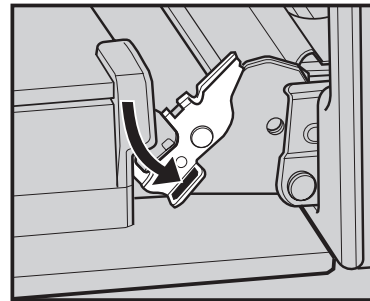

Figura 22: Bisagra de la puerta bloqueada
2. Empuje hacia abajo la lengüeta de bloqueo de la bisagra en ambos lados de la puerta (Figura 22).
4. Empuje los bloqueos de la bisagra de la puerta hacia arriba, hasta su posición normal en ambos lados izquierdo y derecho de la puerta (Figura 22).